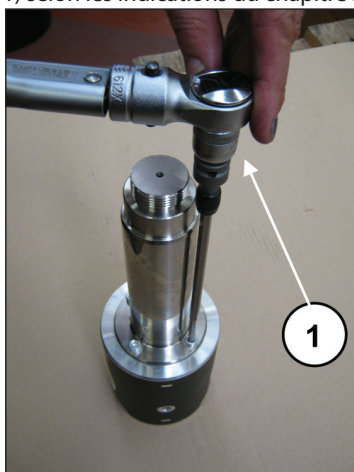

Fig. 51
Bloquer le guide de piston dans un étau à l'aide d'un outil spécial et serrer les vis à l'aide d'une clé dynamométrique (rep. ①, Fig. 51) selon les indications du chapitre 3.